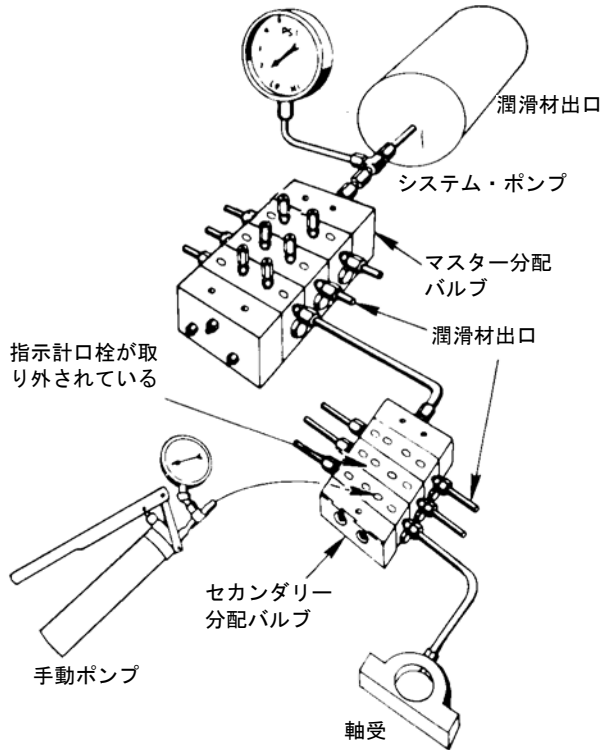

図 14
6. 手動ポンプを順次セカンダリー分配バルブの各指示計口に設置しゆっくりポンプを運転します(図 14)。高圧がある場合、詰りが特定されました。潰れたライン、きつい軸受、不正にドリルされた取り付け金具および / あるいは潤滑材入口の口を探して下さい。必要に応じ、訂正してください。